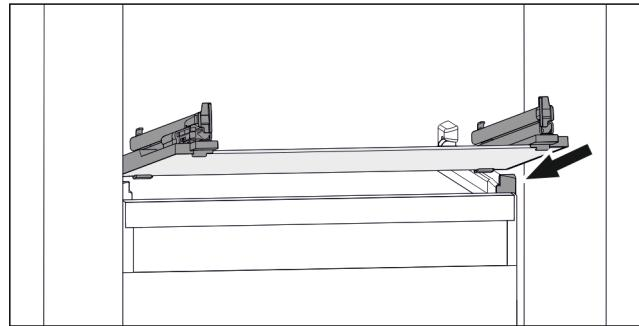

Fig. 85 Primjerni prikaz staklene ploče
- Stavite ladicu ukoso iza zaustavljača. (pogledajte Fig. 85)